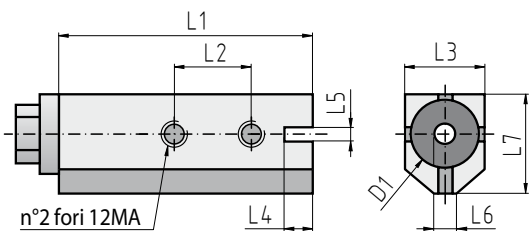

рис.5
2) Призмный Адаптер (ADP) производимый двух разных размеров (L3) (рис.5)